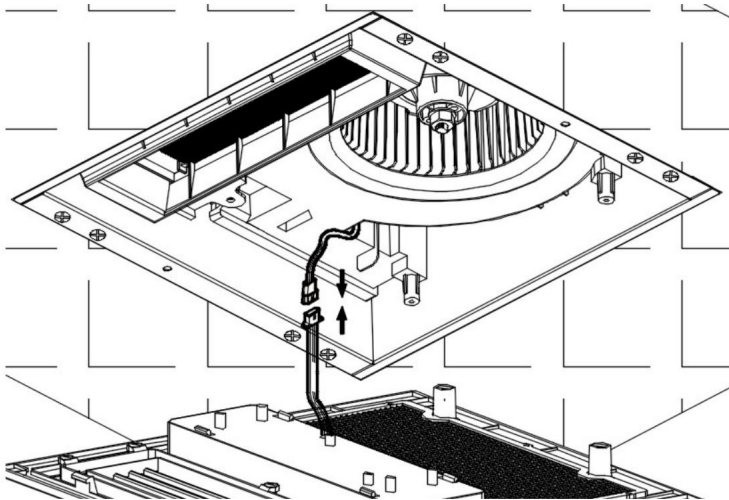

Fig.7.
8. Connectez soigneusement les fils d'éclairage. (Voir la Fig. 7.)